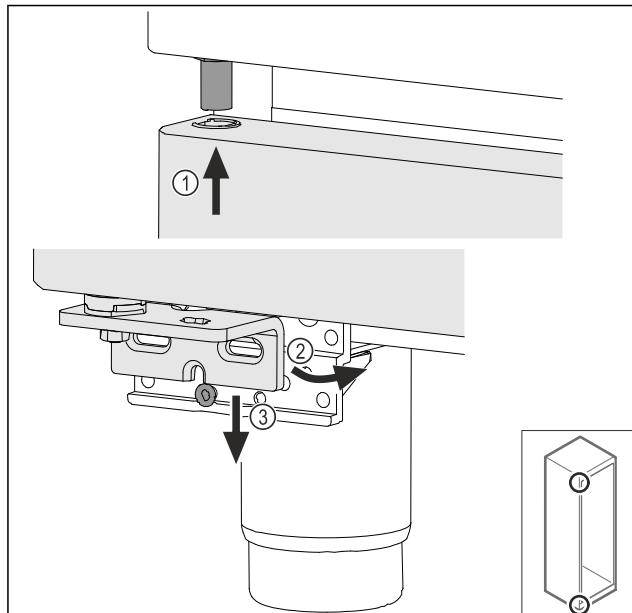

Fig. 70
- ▶ Наденете леко наклонената нагоре врата Fig. 70 (1), подравнете вратата напред Fig. 70 (2) и я поставете отдолу върху винта на опорната стойка Fig. 70 (3).